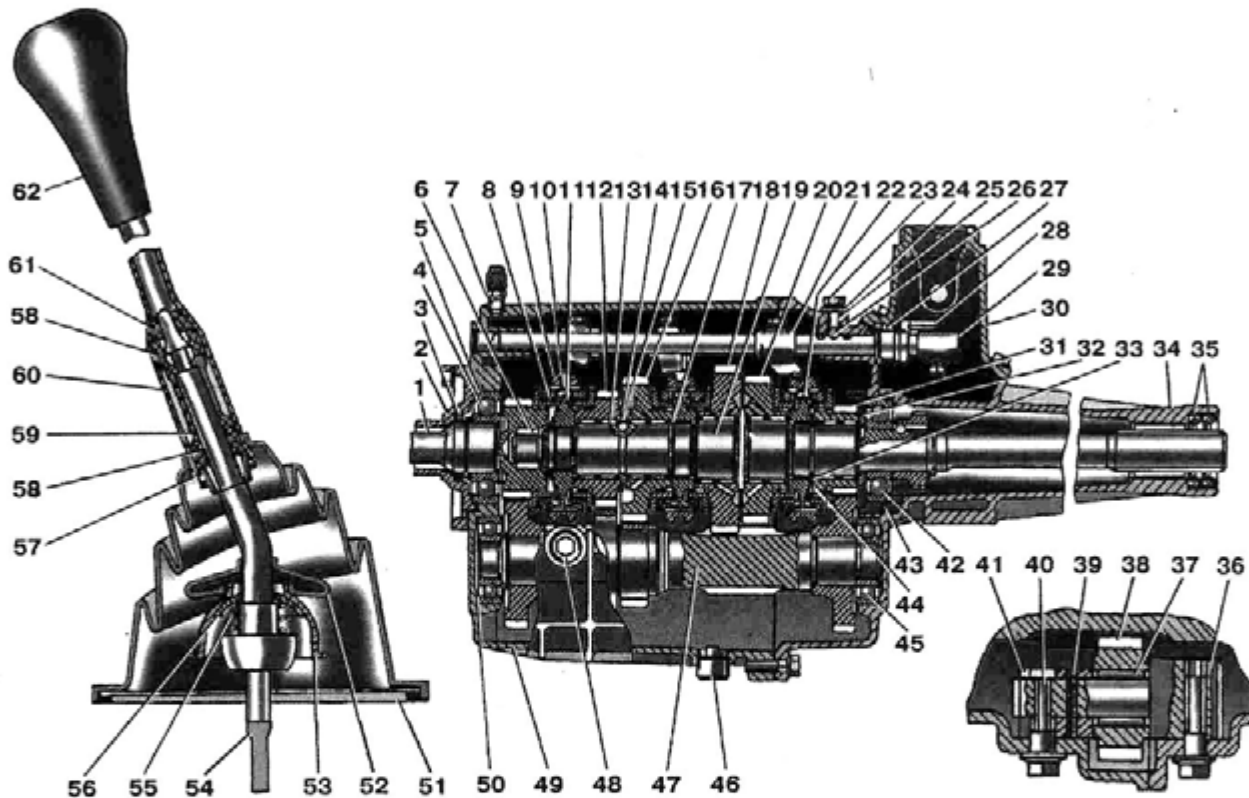

Рис. 5.13. Коробка передач (продольный разрез):
Картер коробки передач изготовлен из алюминиевого сплава и состоит из двух частей — переднего 49 и заднего 34 картеров (рис. 5.13). Картеры для обеспечения необходимой соосности опор валов и отверстий под штоки механизма переключения центрируются по установочным втулкам, запрессованным в передний картер, и соединяются друг с другом десятью болтами.
- отвернуть болты крышки подшипника первичного вала 2 (см. рис. 5.13) и снять крышку;